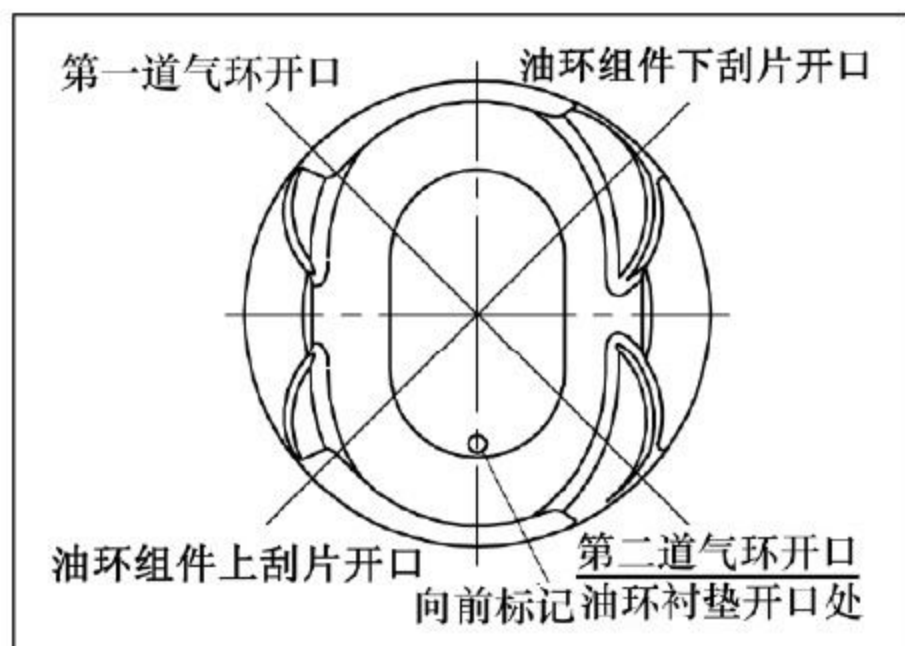

图12-2-11 活塞环开口位置
(3) 把活塞环的开口位置按照图12-2-11所示的位置放好。